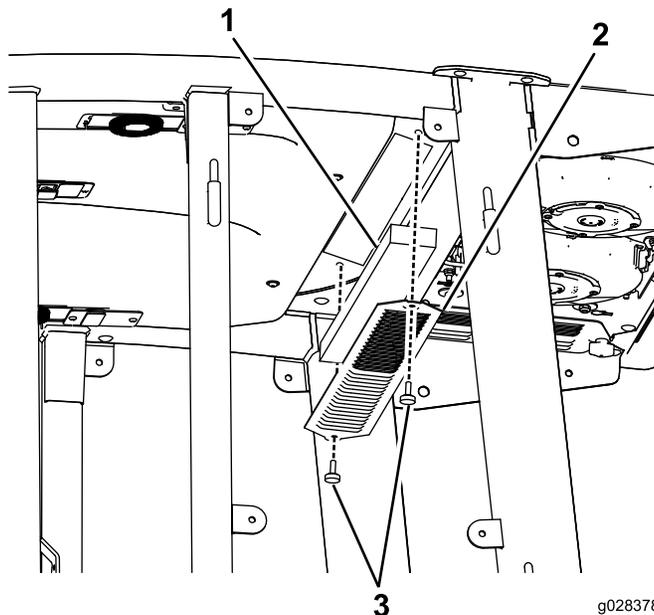

Figure 85
1. Retirez les vis et les grilles des filtres à air intérieur et arrière de la cabine (Figure 85).